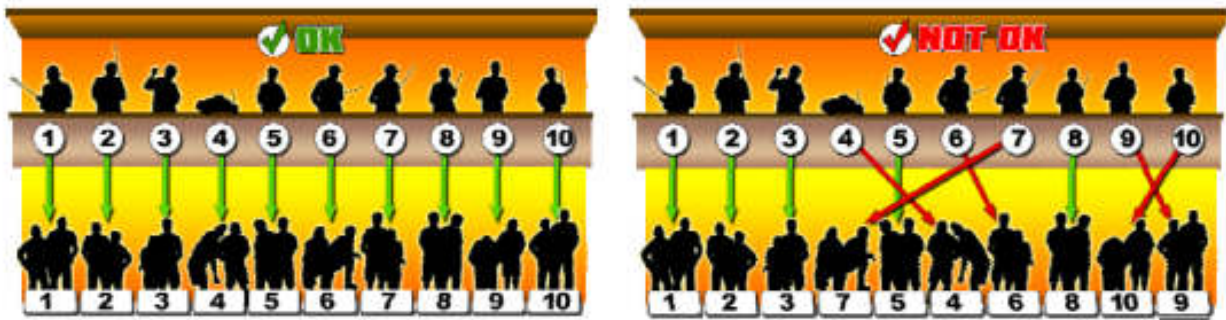

Figura 3: Disposizione dei Meccanici e dei Piloti nel palco
9.06.05 Prima della partenza della Finale, per ciascuna categoria, verrà eseguita la foto e la presentazione al pubblico dei Piloti finalisti da parte del Direttore di Gara. Durante la chiamata, il Pilota, dovrà salire sul palco e scegliersi il posto di maggiore preferenza per la sua guida. Successivamente, i Meccanici (o Meccanico) ad esso associati, dovranno occupare, ove possibile, la casella della corsia dei box di rifornimento corrispondente e situata sotto al Pilota. Per una maggiore chiarezza di esposizione si faccia riferimento alla Figura 3.